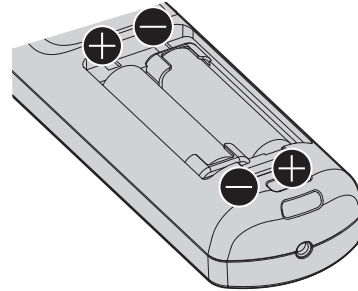

図 2
- 2) 電池を入れ、ふたを閉じる（**－**側から先に入れます）（図 2）